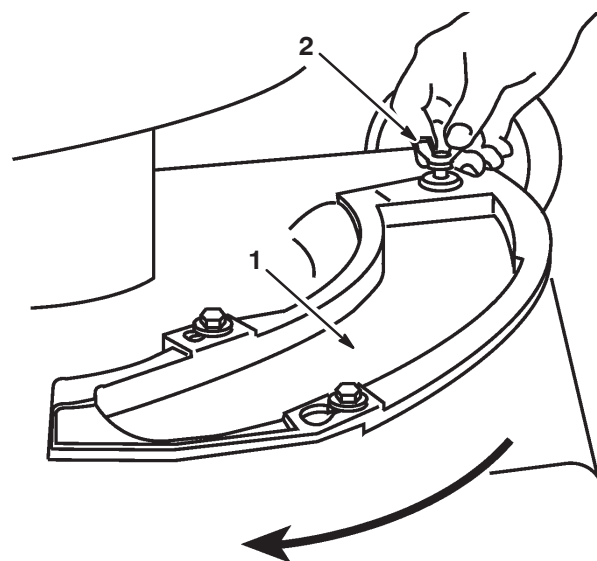

Figure 59
La tondeuse est livrée avec un obturateur (Fig. 59). Si la tondeuse est utilisée avec une décharge latérale, cet obturateur doit être installé dans l'ouverture du carter de la tondeuse.
2. Retirer la vis à ailettes fixant l'obturateur au carter de la tondeuse (Fig. 59).